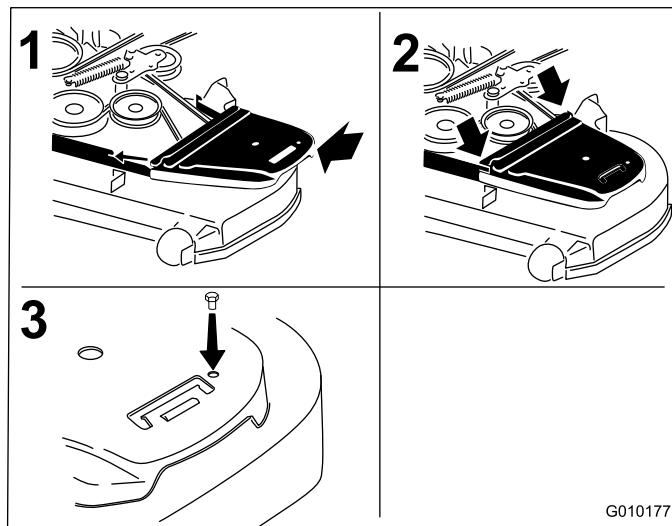

Figura 74
12. Montate i paracinghia (Figura 74).